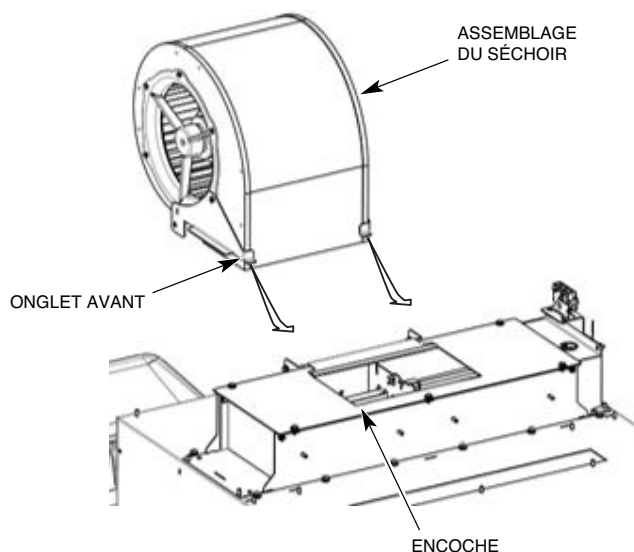

Fig. 21
2. Installez l'ensemble d'aération sur la monture du fil chauffant en descendant l'ensemble d'aération en angle pour que les onglets du devant s'accrochent aux encoches situées sur la plaque du haut de la monture du fil chauffant (Fig. 21 et 22).